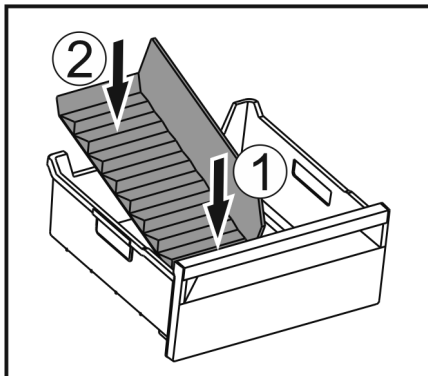

Fig. 115
- ▶ Вставити передню частину перегородки відділення для льоду. Fig. 115 (1)
- ▶ Опустити задню частину перегородки відділення до дна ящика для кубиків льоду. Fig. 115 (2)